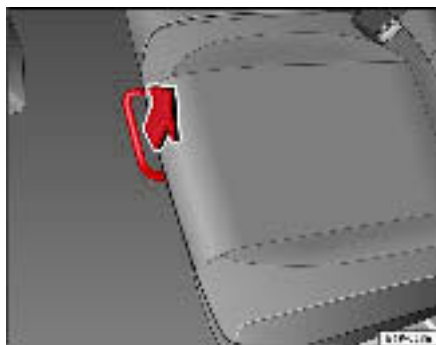

Fig. 96 Barre de déverrouillage de la banquette arrière
- Sur la position assis, déverrouiller le levier dans le sens de la flèche ⇒ page 140, fig. 96.